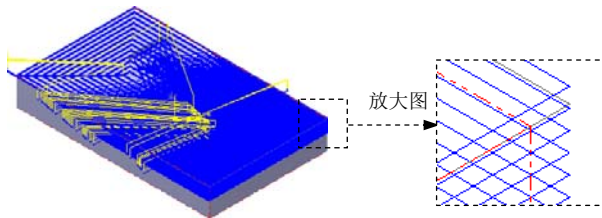

图 14.8 刀具路径
(1) 在“曲面粗加工挖槽”对话框中单击 **粗加工参数** 选项卡，在 **Z 轴最大进给量** 文本框中输入值 1，然后在 **进刀选项** 区域选中 **✓ 由切削范围外下刀** 复选框和 **✓ 螺旋式下刀** 复选框。
(2) 单击 **螺旋式下刀** 按钮，系统弹出“螺旋/斜插进式下刀参数”对话框。单击“螺旋/斜插进式下刀参数”对话框中的 **斜插** 选项卡，在 **如果斜插下刀失败** 区域选中 **中断程序** 单选项，选中 **✓ 自动计算角度与步长** 复选框。单击“螺旋/斜插进式下刀参数”对话框中的 **✓** 按钮。
(3) 单击 **切削深度(D)...** 按钮，在系统弹出的“切削深度设置”对话框中单击 **临界深度(R)...** 按钮，在绘图区选取 Step1 所创建的点，按 Esc 键；单击 **✓** 按钮，系统返回至“曲面粗加工挖槽”对话框。
Step12. 单击“曲面粗加工挖槽”对话框中的 **✓** 按钮，完成加工参数的设置，此时系统将自动生成图 14.8 所示的刀具路径。